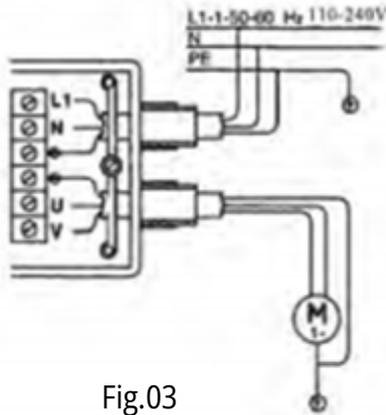

Fig.03
8) Diagrama de instalação elétrica (fig.03)